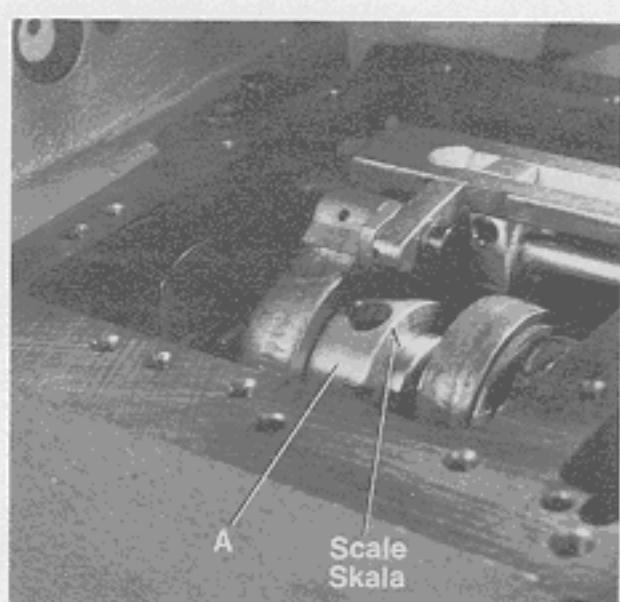
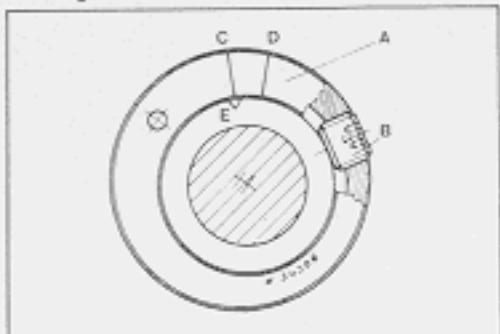
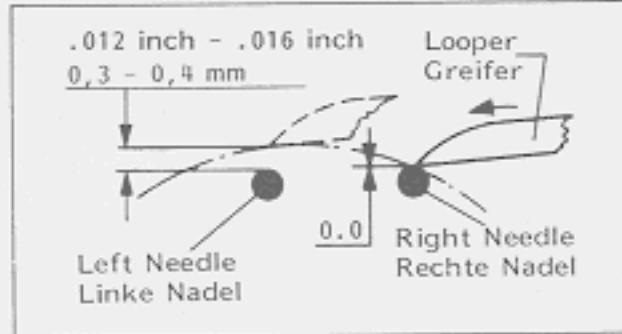

Fig.70
Fig.71
Fig.72
The looper avoid eccentric (A, Fig. 70) is fastened with a set screw and can be turned after loosening this screw. After loosening the eccentric set screw (B, Fig. 71) the eccentric (A) can be turned within the area of C and D to obtain a distance of 0,3 - 0,4 mm (.012-.016 in.) (Fig. 72) between the left needle and looper point, when the looper moves from right to left. This adjustment is made at the factory.
Der Greiferseitenwegsexzenter (A, Fig. 70) ist mit einem Gewindestift befestigt und kann nach Lösen dieser Schraube gedreht werden.
Nach Lösen der Schraube (B, Fig. 71) wird der Exzenter (A) im Bereich zwischen C und D so eingestellt, daß der Abstand zwischen der linken Nadel und der Greifspitze 0,3 - 0,4 mm beträgt (Fig. 72), wenn der Greifer sich von rechts nach links bewegt. Diese Einstellung erfolgt im Werk.